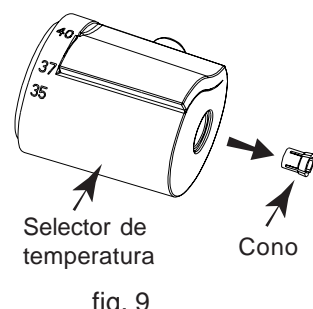

fig. 9
- Cuando cambie el cartucho de temperatura o la montura cerámica (caudal) : ayudarse (por ejemplo) de un lápiz para extraer el cono del selector (fig. 9).